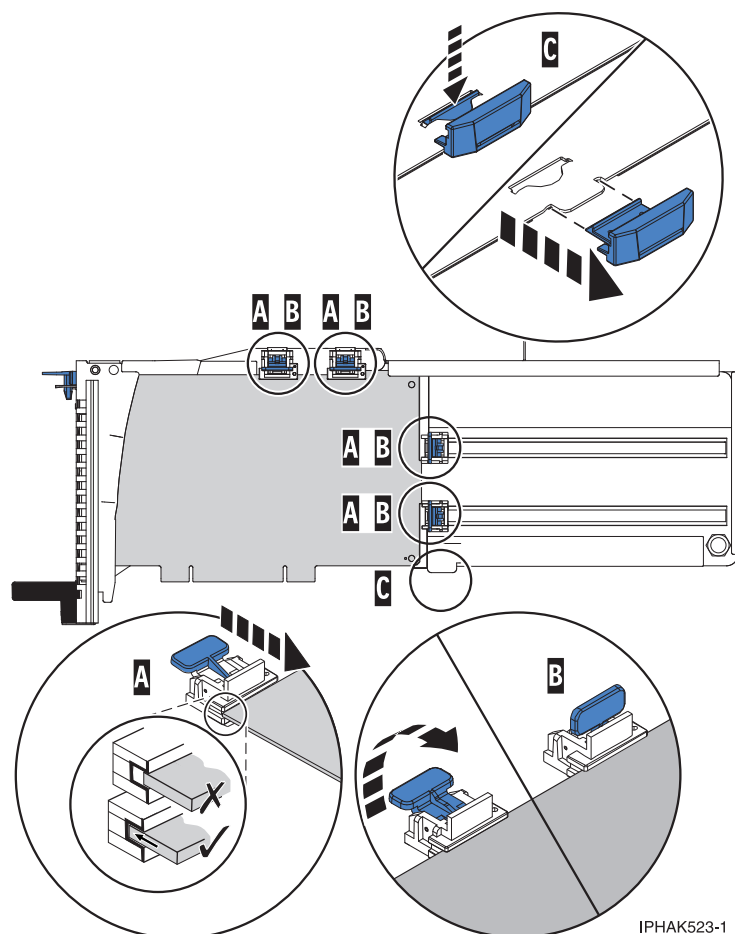

図 146. 所定位置に保持具が付いた PCI アダプター・カセット内の中型 PCI アダプター
- アダプターのスタビライザー (C) を取り外す。181 ページの図 146を参照してください。
- 保持具 (B) をセットして、ロックする。
- アダプター端が保持具すべての溝 (A) に収まっていることを確認する。アダプターの形状またはコネクタの場所がアダプター端が保持具の溝に収まるのを妨げている場合でも、保持具がそれでもアダプター端またはコネクタに対してしっかりとロックされていることを確認します。